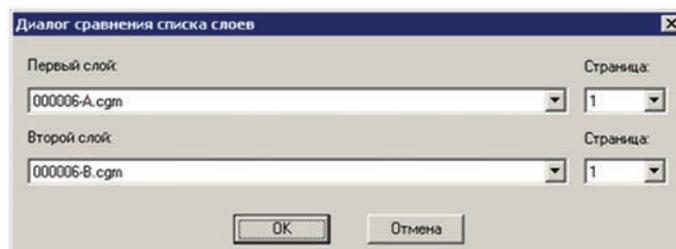

Рисунок 17.65
- в диалоговом окне сравнения можно задать сравниваемые страницы для многостраничных документов (рис. 17.65).